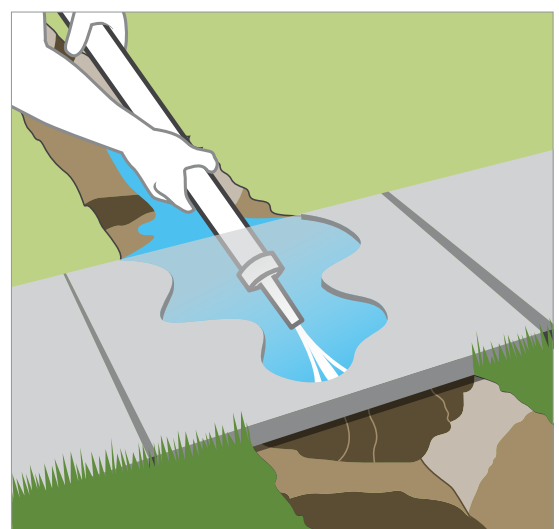

Figura 3
5. Instalação da tubulação sob passarelas ou entradas de veículos: Método de jateamento — Com um adaptador com rosca de tubo para mangueira, conecte uma extremidade do tubo a uma mangueira de jardim e prenda um bocal de mangueira de baixa vazão na outra extremidade. Abra a água e deixe jorrar sob o concreto *Figura 3*.